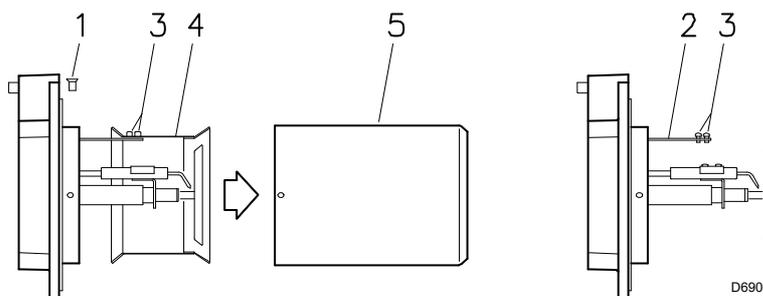

Abb. 8
5.5 Befestigung des Brenners am Heizkessel (Abb. 8)
- Die Schrauben 1)(Abb. 8) lösen und das Flammrohr 5) ausbauen.